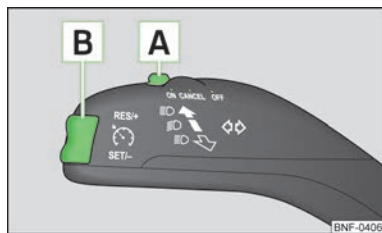

Fig. 68
- Pulsar el conmutador **A** » fig. 68 a la posición **ON**.
- Presionar el balancín **B** » fig. 68 de la página 64 a la posición **RES**.
- La velocidad memorizada se puede reducir presionando el balancín **B** » fig. 68 de la página 64 en la posición **SET**.
La velocidad también se **desconecta temporalmente**, pulsando el interruptor **A** » fig. 68 de la página 64 » **página 64** en la posición de suspensión elástica **CANCEL** o bien el pedal de freno o de embrague.
► Pulsar el conmutador **A** » fig. 68 de la página 64 » **página 64** a la posición **OFF**.